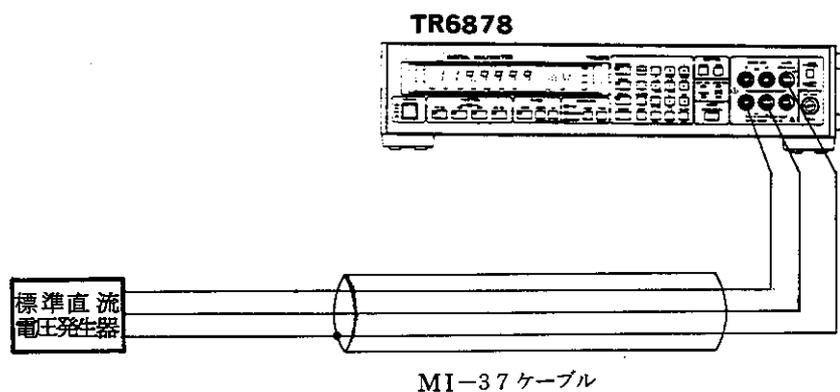

図 5-1 直流電圧測定 of 校正
2. 〔図 5-1〕に示すように、付属 of ケーブル (MI-37) で、A 入力端子 of HI-LO 端子間に標準直流電圧発生器を接続します。